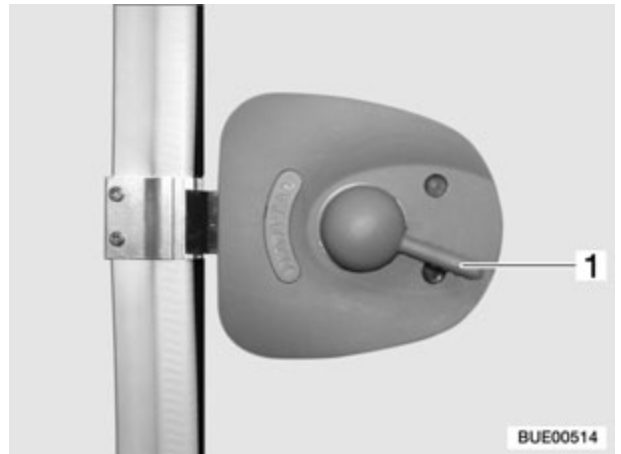

Fig. 22 Cerradura de la puerta de entrada, interior, abierta
- Presionar hacia abajo el tirador de la puerta (Fig. 22,1).